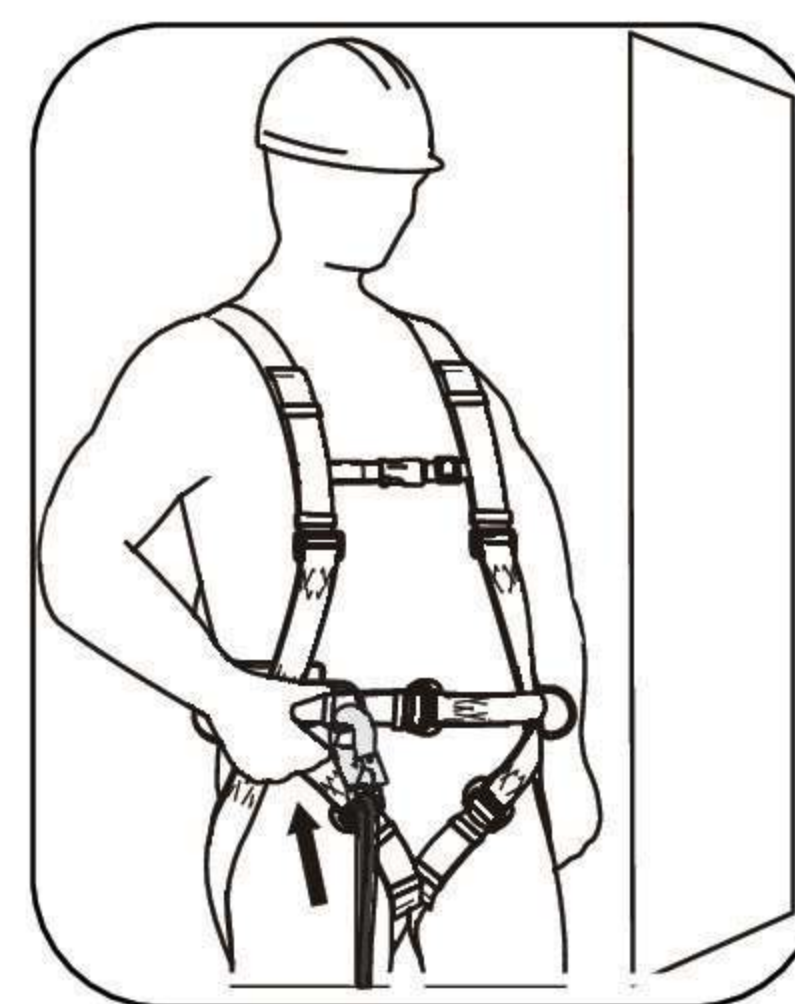

рис. 8
- Присоедините строп к D-образному кольцу на привязи за один из карабинов (рис. 8).